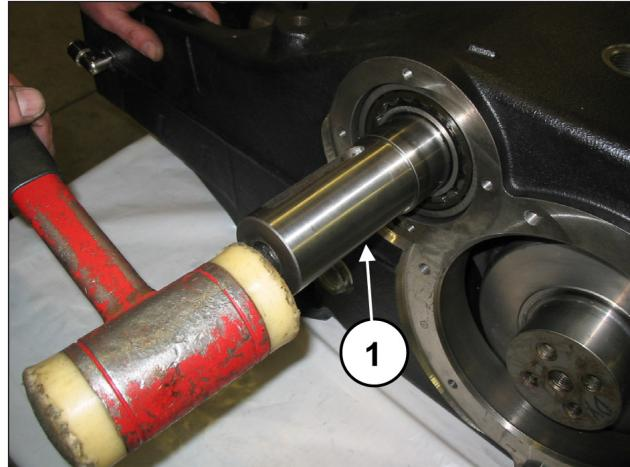
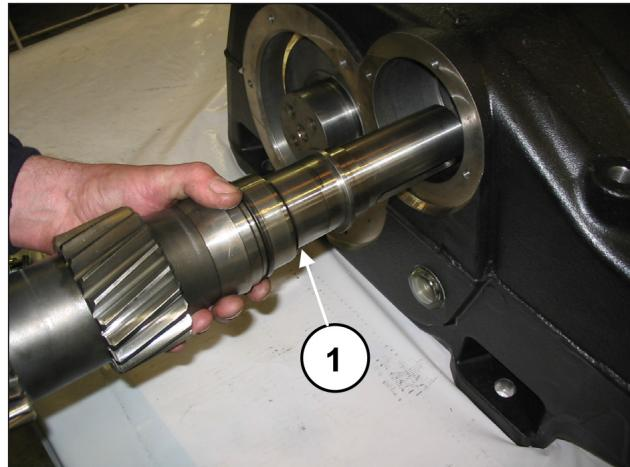

Fig. 31
Fig. 32
Usando um martelo (pos. ①, Fig. 31), extraia o eixo da tomada de força de qualquer um dos dois lados (pos. ①, Fig. 32).